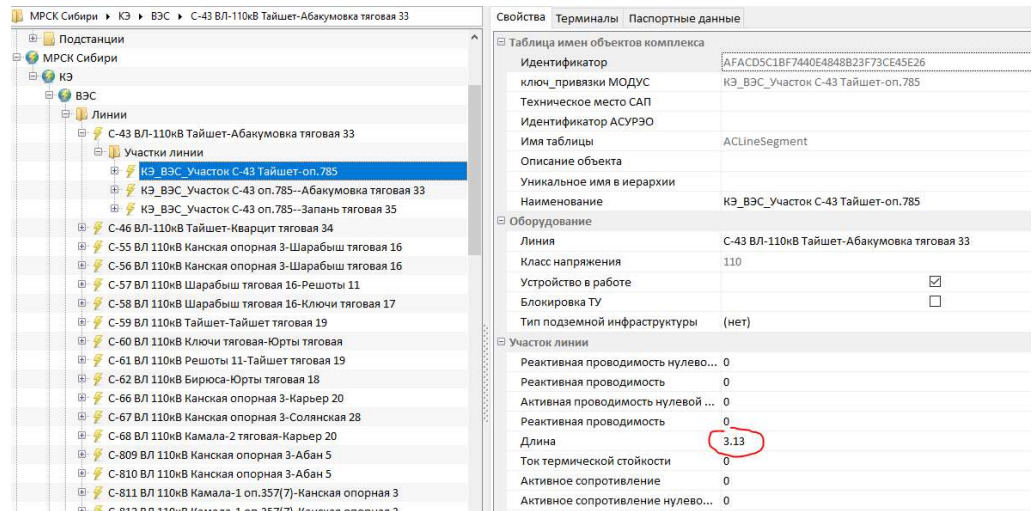
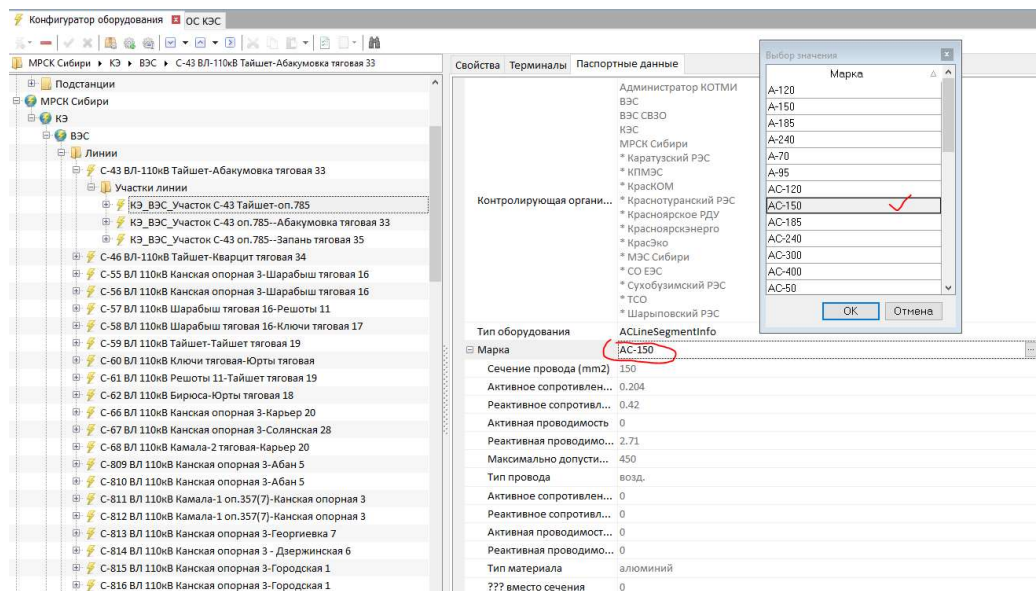

Рисунок 3.6 – Задание длины линии
Рисунок 3.7 – Задание марки проводов линии
- Задать длины участков линий (Рисунок 3.6) и их марки проводов (Рисунок 3.7).